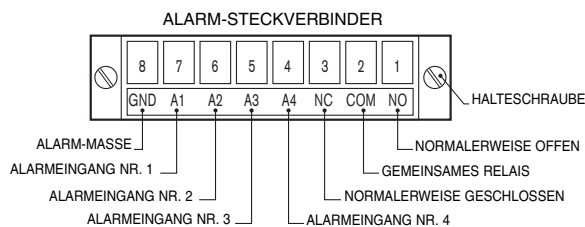

Abbildung 4
5.4.2.4. Wenn die Alarm-Eingänge oder Alarmkontakt-Ausgänge verwendet werden, die entsprechenden abisolierten Kabel wie in ABBILDUNG 4 an den 8-poligen Alarm-Steckverbinder anschließen.
HINWEIS: Die Alarm-Eingänge müssen an einen normalerweise offenen Trockenkontakt angeschlossen werden. Zum Aktivieren des Alarm-Eingangs muss der Kontakt zwischen dem betreffenden Alarm-Eingang und der Alarmerdung (Stift 8) geschlossen werden. Um beispielsweise den Alarm-Eingang 1 zu aktivieren, muss das Relais zwischen den Stiften 7 und 8 geschlossen werden (siehe ABBILDUNG 4).